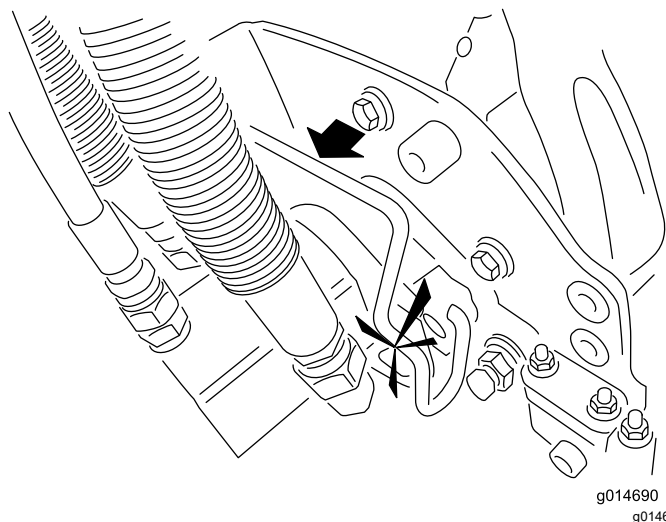

Figura 56
- Cubra el eje acanalado del motor de la unidad de corte con grasa limpia (Figura 56).
- Introduzca el motor en el lado izquierdo de la unidad de corte (visto desde el puesto del operador) y tire de la barra de retención del motor en la unidad de corte hacia el motor hasta que oiga un “clic” en ambos lados del motor (Figura 56).